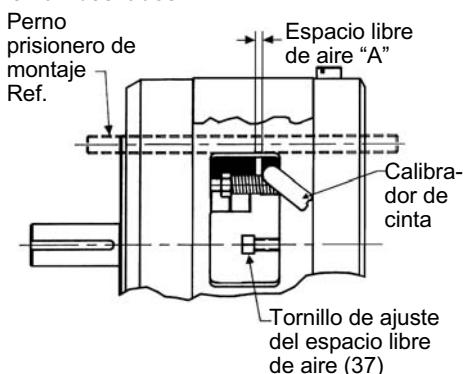

Figura 7
2. Mida el espacio libre de aire "A" usando un calibrador de cinta de 3/8" a 1/2" de ancho, tal como se muestra en la Figura 7.